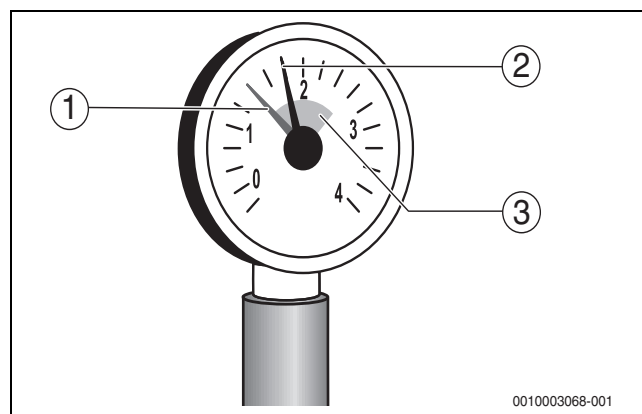

Bild 3 Manometer
- Wenn der Betriebsdruck durch das Entlüften abfällt (siehe Einstellung roter Zeiger am Manometer → Bild 3, Seite 7), muss Wasser nachgefüllt werden.